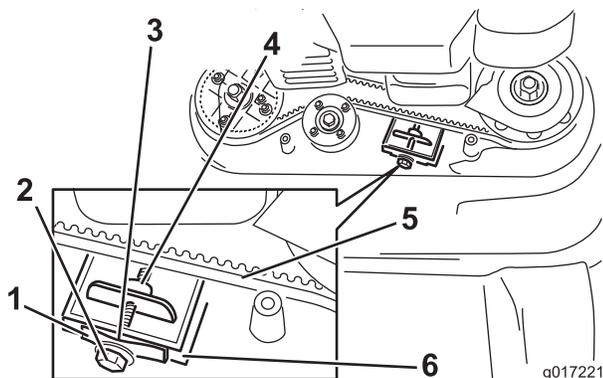

Figure 40
**Remarque:** Si un espace est visible entre la jauge et le ressort, serrez le boulon et l'écrou de réglage jusqu'à ce que le papier puisse à peine passer dans l'espace (Figure 40).